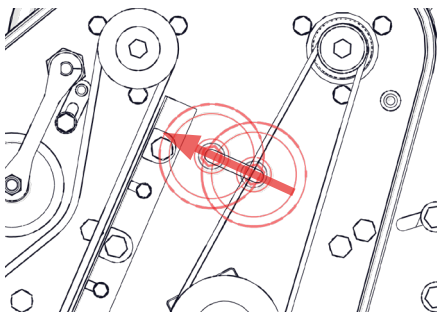

Abb. 14G – Spannriemenscheibe lösen.
- i. Falls nur nachgespannt werden soll, mit Schritt iii fortfahren. Spannriemenscheibe [9/16"-Schlüssel] lösen (Abb. 14G).